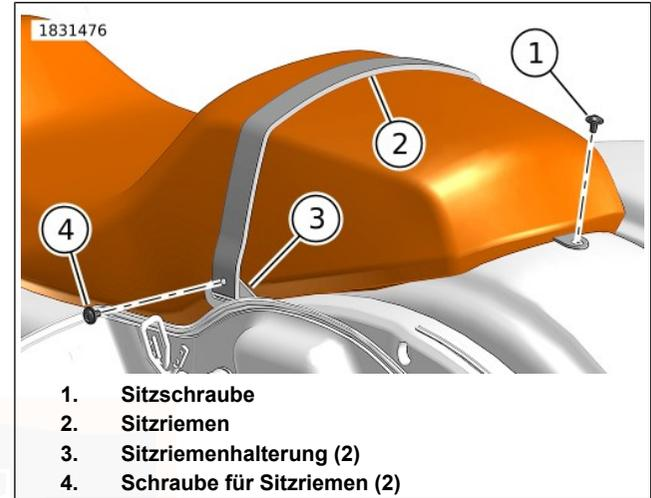

Abbildung 128. Sitzschrauben
2. Siehe Abbildung 128. Eine Sitzriemen-Schraube (4) entfernen.
3. Den Sitzriemen (2) durch den Schlitz in der Sitzriemenhalterung (3) ziehen.
4. Die Sitzschraube (1) entfernen.
2. Siehe Abbildung 128. Die Sitzschraube (1) einbauen. Festziehen.